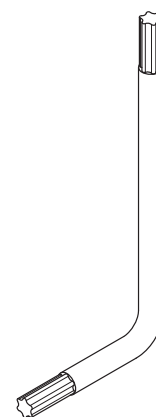

Fig.6
1. Utilice la llave en L (3MECL0001) suministrada específicamente para los tornillos TORX de seguridad (Fig.6) y destornille el tornillo en la parte delantera.
1. Utilice la llave en L (3MECL0001) suministrada para los tornillos TORX (Fig.6) y quite los tornillos en las partes laterales del cárter, como en la Fig.8.